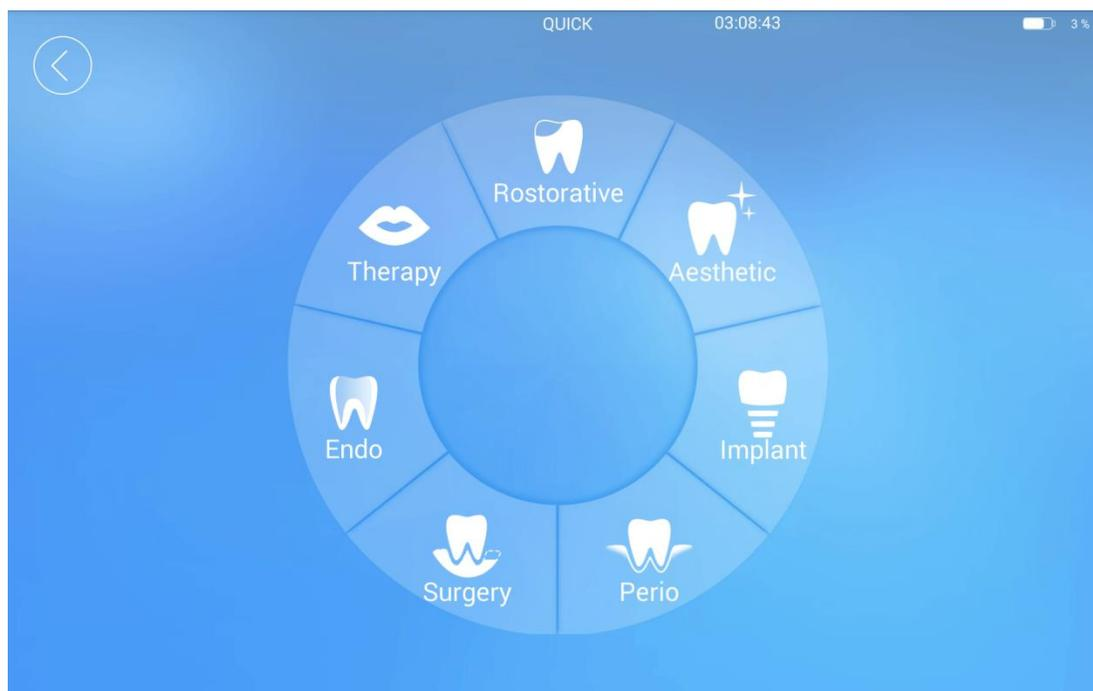

Figura 22 – Página de selección de protocolos.
4. Haga clic en "Procedimientos" en la página de inicio (Figura 18) e ingrese a la interfaz de selección de protocolo (Figura 22).